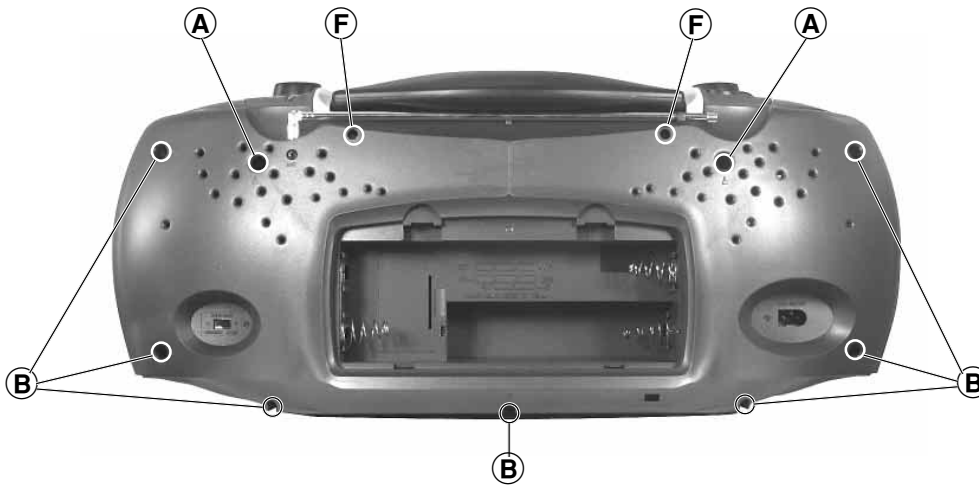
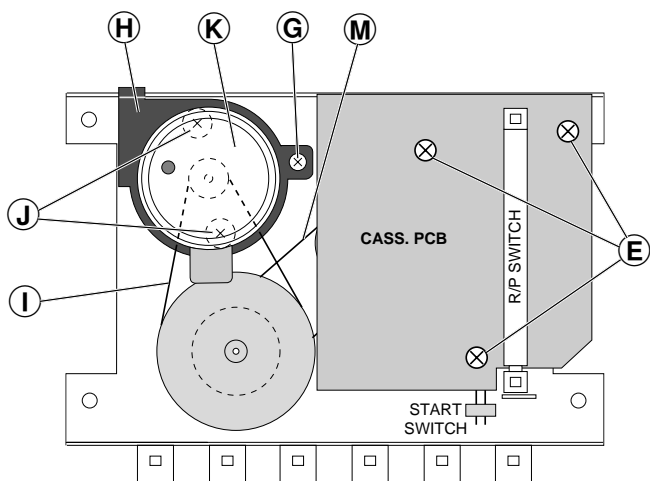
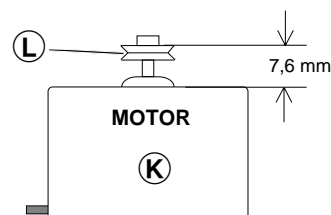
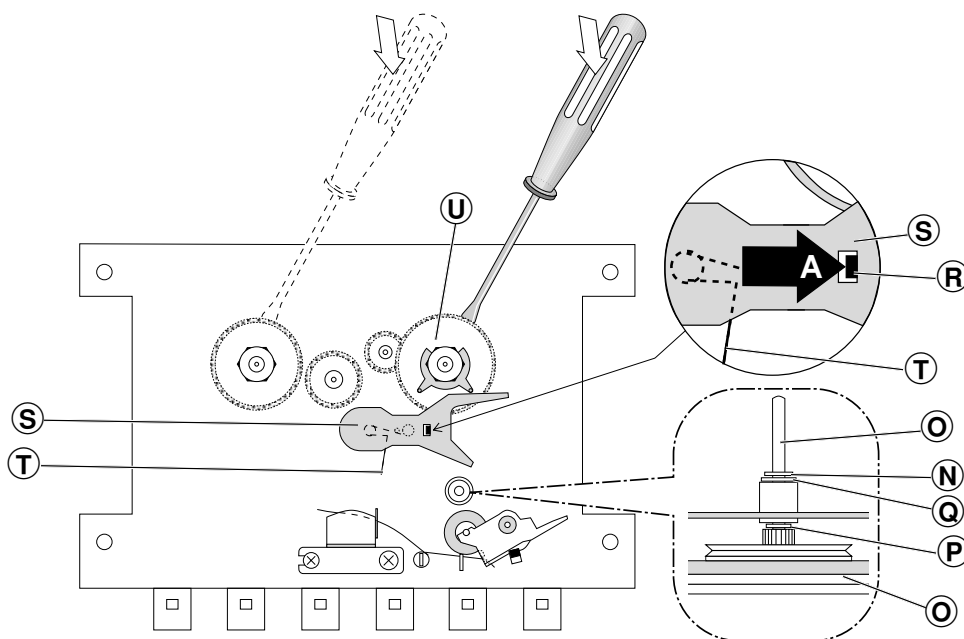

Fig. 1
Fig. 4
Fig. 5
Fig. 6
- 2 Schrauben **A** (lang) und 7 Schrauben **B** (kurz) herausdrehen (Fig. 1).
- Undo 2 screws **A** (long) and 7 screws **B** (short) (Fig. 1).
3. Motor ausbauen, (Fig. 4 und 5)
- Schraube (G) herausdrehen.
- Motorhalter (H) (mit Motor) und Riemen (I) abnehmen.
- Zwei Schrauben (J) herausdrehen, Motor (K) (Einbaulage beachten) abnehmen und Motorzuleitungen ablöten (evtl. markieren).
- Vor dem Zusammenbau ist der Abstand zwischen der Oberkante der Riemenscheibe (L) und dem Motor (K) zu überprüfen (Fig. 5).
3. Removing the Motor, (Figs. 4 and 5)
- Undo the screw (G).
- Remove the motor holder (H) (with the motor) and the belt (I).
- Undo two screws (J), take out the motor (K) (note the motor mounting position) and unsolder the motor connecting leads (mark them, if necessary).
- Before refitting the motor, check the distance between the upper edge of the pulley (L) and the motor (K) (Fig. 5).
- 3 Schrauben (E) (Fig. 4) herausdrehen und CASS. PCB abnehmen.
- Riemen (M) und (I) abnehmen (Fig. 4).
- Sperrscheibe (N) (Fig. 6) von der Tonwellenachse abziehen.
- Schwungscheibe (O) mit der Tonwelle aus dem Schwungscheibenlager herausnehmen. Achten Sie dabei auf die beiden Scheiben (P) und (Q) (Fig. 6).
5. Vorlauf-Wickelteller ausbauen (Fig. 6)
- Rastnase (R) in Pfeilrichtung A drücken und Hebel (S) abnehmen, achten Sie dabei auf die Schenkelfeder (T).
- Vorlauf-Wickelteller (U) mit einem Schraubendreher abhebeln.
- Undo 3 screws (E) (Fig. 4) and remove the CASS. PCB.
- Remove the drive belts (M) and (I) (Fig. 4).
- Remove the locking disc (N) (Fig. 6) from the capstan.
- Remove flywheel (O) complete with capstan from flywheel bearing. Take care of the two washers (P) and (Q) (Fig. 6).
5. Dismantling of Spool Carrier -forward wind- (Fig. 6)
- Push the catch (R) in the direction of arrow A and take off lever (S), take care of leg spring (T).
- Lift off the spool carrier (U) (forward wind) by means of a screw driver.
6. Chassis ausbauen, (Fig. 1 und 7)
- 2 Schrauben **F** herausdrehen (Fig. 1).
6. Removing the Chassis, (Fig. 1 and 7)
- Undo 2 screws **F** (Fig. 1).